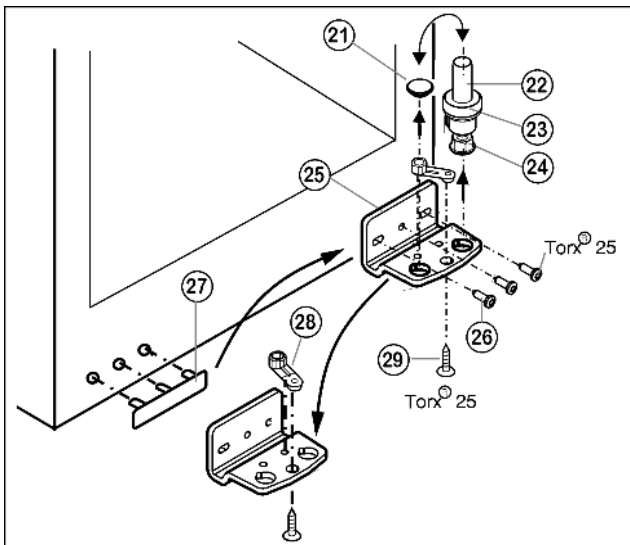

Fig. 6
- ▶ Lagerbout Fig. 6 (22) compleet met schijfje Fig. 6 (23) en stelpootje Fig. 6 (24) naar boven eruit trekken.
- ▶ Stop Fig. 6 (21) eraf halen.
- ▶ Lagerbus Fig. 6 (25) losschroeven Fig. 6 (26).
- ▶ Lagerdeel Fig. 6 (28) losschroeven Fig. 6 (29) en in het tegenoverliggende opnamegat van de lagerbus omzetten en weer vastschroeven.
- ▶ Afdekking aan de greepzijde Fig. 6 (27) voorzichtig optillen en op de tegenoverliggende zijde plaatsen.
- ▶ Lagerbus Fig. 6 (25) aan de nieuwe scharnierzijde evt. met behulp van een accuschroevendraaier weer **goed (met 4 Nm)** vastschroeven.
- ▶ Stop Fig. 6 (21) weer in het andere gat plaatsen.
- ▶ Lagerbout Fig. 6 (22) compleet met schijfje en stelpootje weer aanbrengen. Er daarbij op letten, dat de sluitnok naar achter wijst.
- ▶ Til de stop (33) uit de deurlagerbus en plaats hem om.
- ▶ Deurgreep (32), stoppen (33) en drukplaatjes* (34) verwijderen en aan de andere kant aanbrengen.
- ▶ Plaats de deur van boven op de lagerbout beneden Fig. 6 (22).
- ▶ Plaats de bovenste lagerbus (12) aan de nieuwe scharnierkant in de deur.
- ▶ Bovenste lagerbus (12) **goed (met 4 Nm)** vastschroeven (2 maal Torx® 25) (13). Steek de schroefgaten indien nodig voor of gebruik de accuschroevendraaier.
- ▶ Afdekking (10) en afdekking (11) elk op de tegenoverliggende zijde vastklikken.
- ▶ De deur eventueel via de beide langsgaten in de lagerbus onder Fig. 6 (25) ten opzichte van de kast uitlijnen. Daartoe middelste schroef uitdraaien.